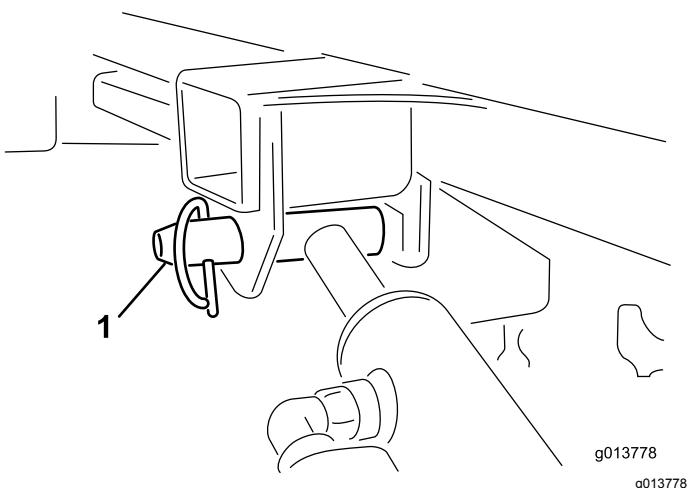

Figura 51
11. Con una mano, sujeté el cilindro de elevación. Con la otra mano, retire el pasador de bloqueo del cilindro de elevación (Figura 51).